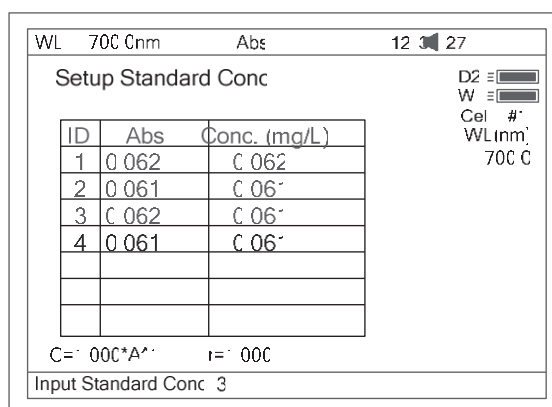
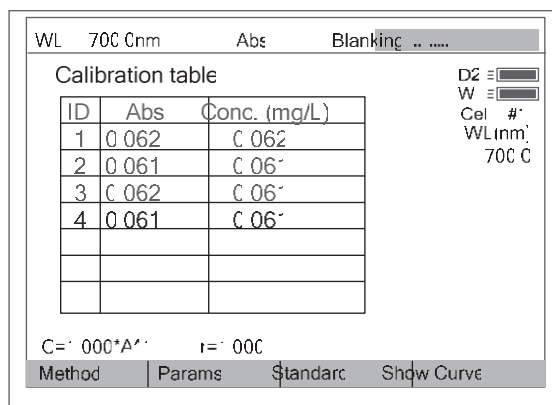

Fig 31
Fig 32
3.3.1 Introduzca los valores de concentración estándar de las muestras mediante el teclado numérico seguido de **ENTER**. Pulse Δ o V para modificar los datos introducidos (Fig 31). Pulse **ESC** para finalizar la entrada y salir (Fig 32).
3.3.2 Coloque la cubeta del blanco en la trayectoria del haz de luz, pulse **0Abs/%100T**, el instrumento saltará a la LO y ajustará el blanco. Vea la Fig 32.